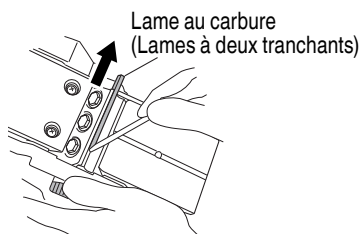

Fig. 15
- (2) Comme indiqué à la Fig. 15, retirer la lame au carbure en la glissant à l'aide de la clé à béquille.